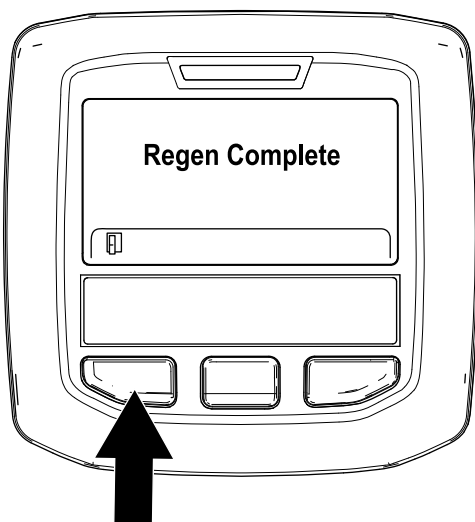

Figure 47
9. La régénération stationnaire est terminée lorsque le message "Regen Complete" (Régénération terminée) s'affiche sur l'InfoCenter. Appuyez sur le bouton gauche pour revenir à l'écran d'accueil (Figure 47).